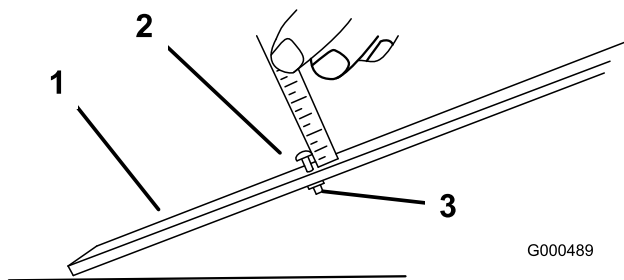

Figure 53
2. Desserrez l'écrou du gabarit (Figure 53) et tournez la vis de réglage de manière à obtenir la hauteur de coupe voulue. L'écartement entre la base de la tête de la vis et la face du gabarit correspond à la hauteur de coupe.